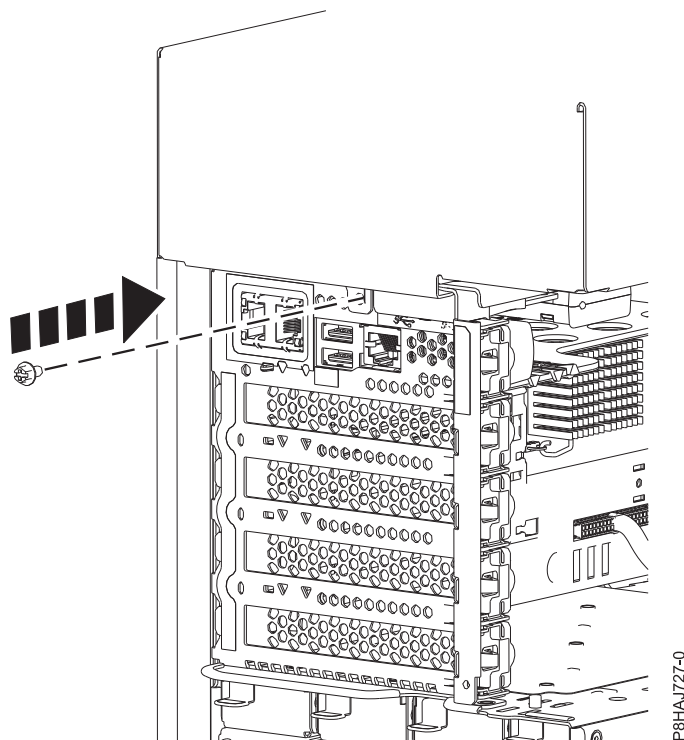

Figura 69. Instalar o parafuso da tampa lateral do 8286-41A
5. Instale o parafuso da parte posterior da tampa lateral com uma chave Phillips conforme demonstrado na Figura 69 na página 111.